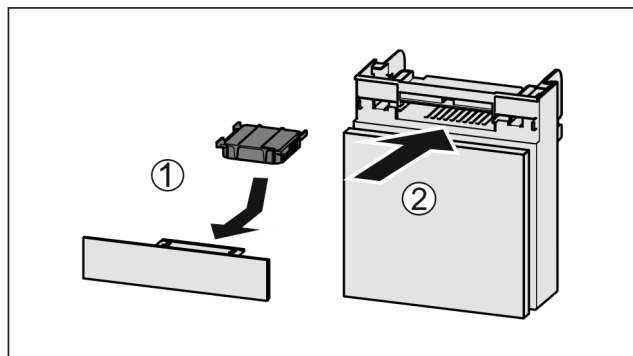

Fig. 182
- ▶ Anbring aktivkulfilteret som vis på billedet Fig. 182 (1).
- ▶ Skub rummet ind Fig. 182 (2).